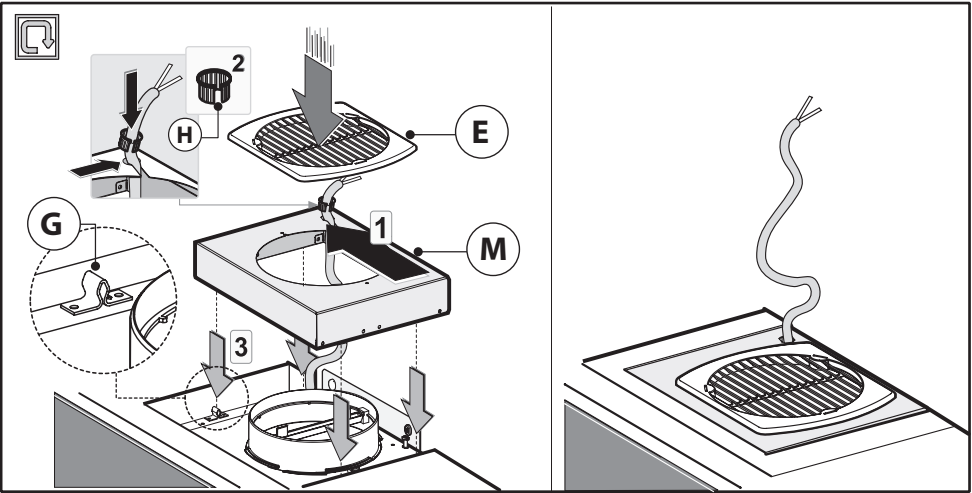

Fig.6
- Førløsningskablet gennem det splejsede øje på den lille kuppel **M**, som det angives på Fig.6.
- Sæt den kuppelformede del **M** og risten **E** på igen og sørg for at de hæfter sig perfekt på stifterne **G** (Fig.6).